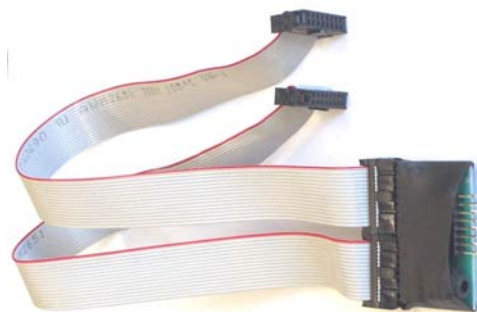

Figura 8 – Kit de Clonación 2.
El lector de billetes NV10 le ofrece la posibilidad de copiar su Firmware y configuración a otro lector NV10. El lector que actúa como 'Master' transmitirá la información de la moneda y actualizará el Firmware del 'Esclavo'. Para ello será necesario el kit de clonación que muestra la figura 8 (Kit de Clonación 2) (CK2).
- Utilizando el Kit de Clonación (CK2) se deben conectar las dos unidades en los conectores indicados Como 'Master' y ' Esclavo' (ver figura 8).